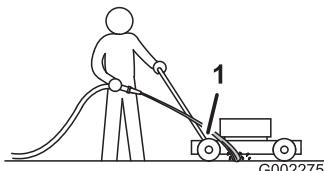

Bild 42
3. Halten Sie den Wasserschlauch auf Griffhöhe und richten Sie den Wasserstrahl unmittelbar vor dem rechten Hinterrad auf den Boden (Bild 42).